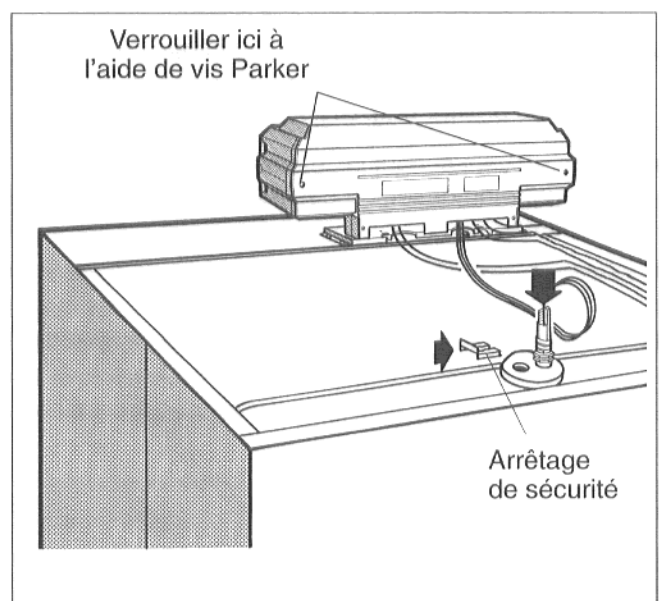

Fig. 55
- Visser le couvercle de protection des bornes sur le socle du module de régulation avec 2 vis Parker (Fig. 55).